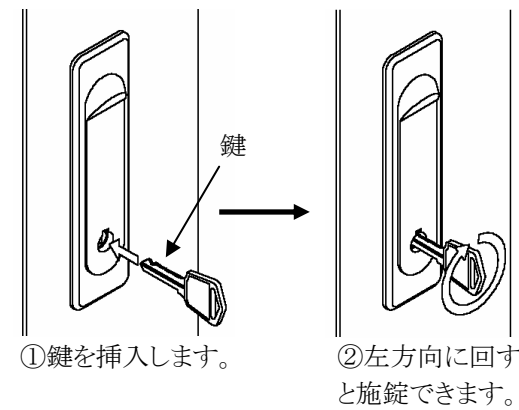
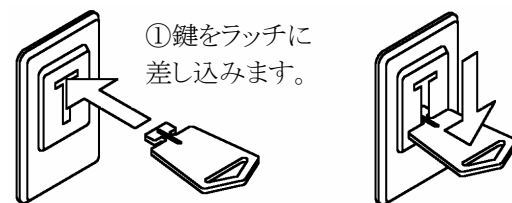

図3 扉の施錠
図4 ラッチの解錠方法
■扉の施錠方法 (図3)
- ① NetCabi添付の鍵をハンドルの鍵穴に挿入します。
- ② 左方向(時計回り)に鍵を回すと施錠します。右方向(反時計回り)に回すと解錠します。
- ① NetCabi添付の鍵をラッチの鍵穴に挿入し、下方向にスライドさせるとラッチが外れます。(図4)